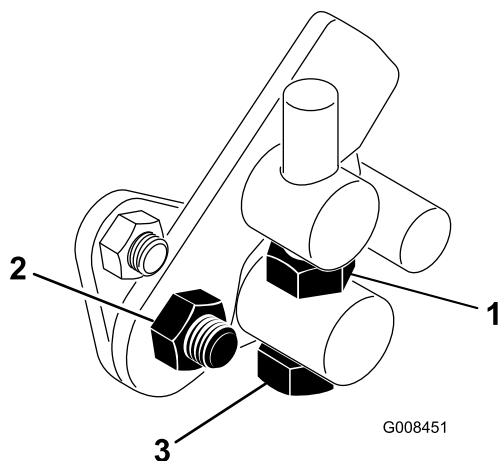

Figura 44
1. Liberte a porca de bloqueio do parafuso do eixo (Figura 44).
4. Aperte a porca de bloqueio no parafuso do eixo e a porca na articulação do pedal para bloquear o ajuste (Figura 44). Verifique o ajuste e ajuste se for necessário.